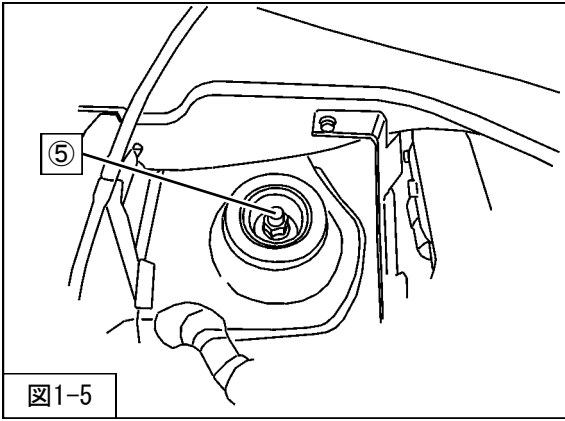

図1-5
7. ⑤フロントサスペンションASSYアッパー取付ナットを取外してください。(図1-5)